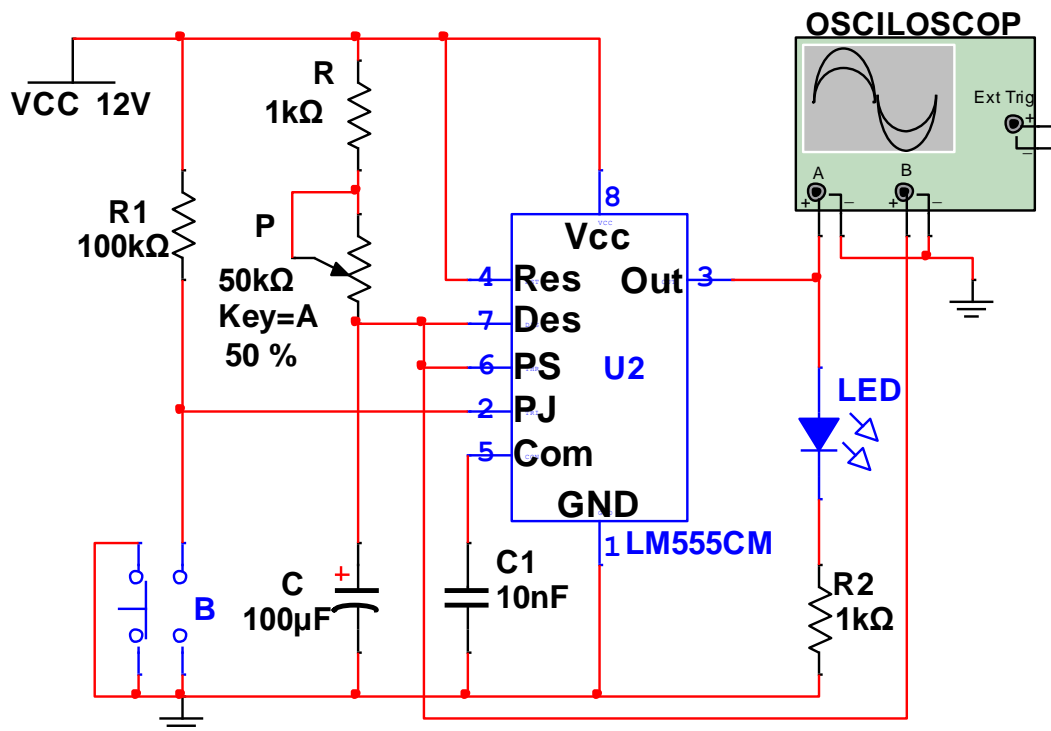

Figura 4.33 Circuit basculant monostabil realizat cu circuitul integrat LM 555
1. Realizează cu simulatorul schema electronică din **figura 4.33**;
2. Realizează pe placa de probă montajul schemei din **figura 4.33**;